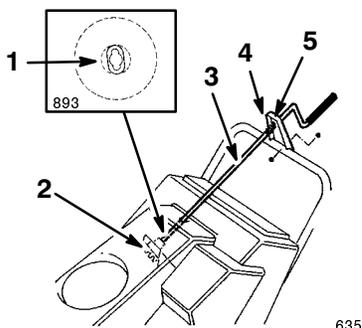

Figure 8
1. Insérez l'extrémité plate de la manivelle dans le trou du carénage tout en alignant le support de montage avec les trous de la partie inférieure du mancheron (Fig. 8).
2. Tournez lentement la manivelle jusqu'à ce que l'extrémité plate s'adapte à l'ouverture masquée de l'engrenage et que l'éjecteur tourne aussi (Fig. 8).
3. Insérez complètement la bague en plastique dans le trou du support de montage (Fig. 8).
4. Fixez le support de montage au mancheron à l'aide de deux vis et contre-écrous (Fig. 8).